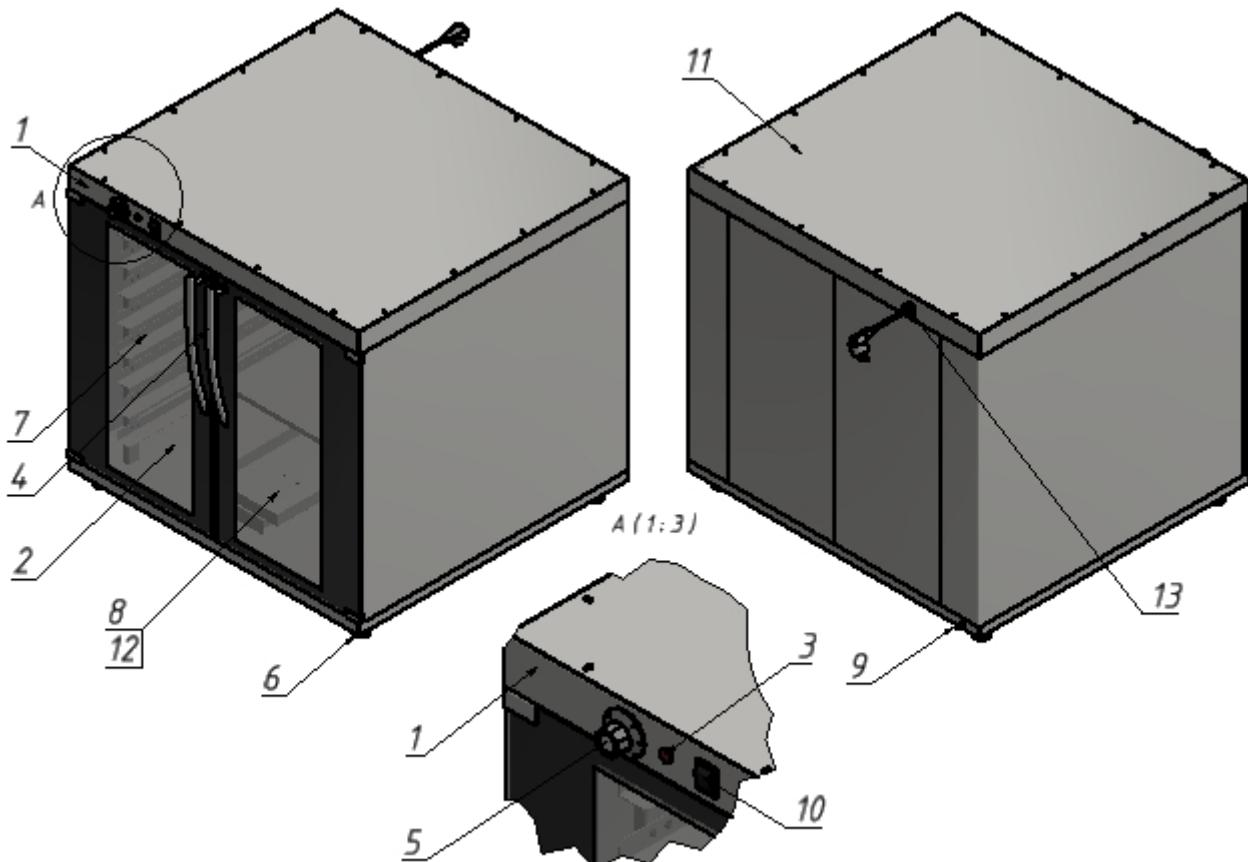

Рис. 2
- 5.3. Подсоединить заземление корпуса установки поз.9 (Рис.2) к заземляющему контуру помещения согласно ГОСТ 27570.0-87.
- 6.3. Нажать кнопку переключателя поз.10 (Рис.2).
- 6.4. Задать необходимую температуру расстойки поворотом ручки терморегулятора поз.5 (Рис.2), загорится сигнальная лампочка поз.3(Рис.2). При этом установка начинает работать в режиме «Расстойка» (ТЭН нагревает воздух в камере). В дальнейшем терморегулятор будет поддерживать заданную температуру в камере.
- 6.5. При необходимости для увлажнения теста и препятствию образования корочки в ванночку поз.8 (Рис.2) наливают воду. Пополнять воду в ванночке по мере испарения, не допуская переливания воды через край.
- 6.7. При окончании работы установки выключить кнопочный переключатель поз.10(Рис.2), провести чистку рабочей камеры специальными чистящими средствами, обмыть и вытереть насухо.